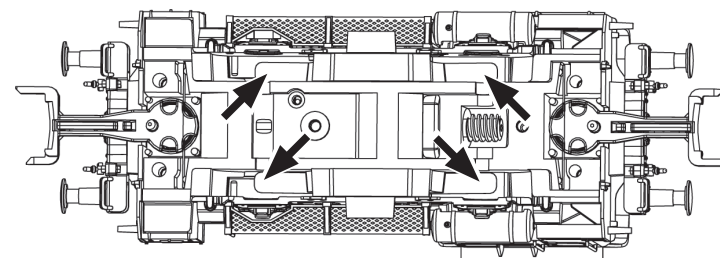

Fig. 4
1. Cleaning of wheel contacts: Wheel contacts easily get dirty on tracks which are not entirely clean. Use a small brush to **remove dirt** from spots marked in fig. 4.
roues: Les lames de contacts risquent de s'encrasser rapidement sur des voies poussiéreuses. Veuillez **enlever la poussière** aux endroits marqués à la fig. 4 à l'aide d'un petit pinceau souple.